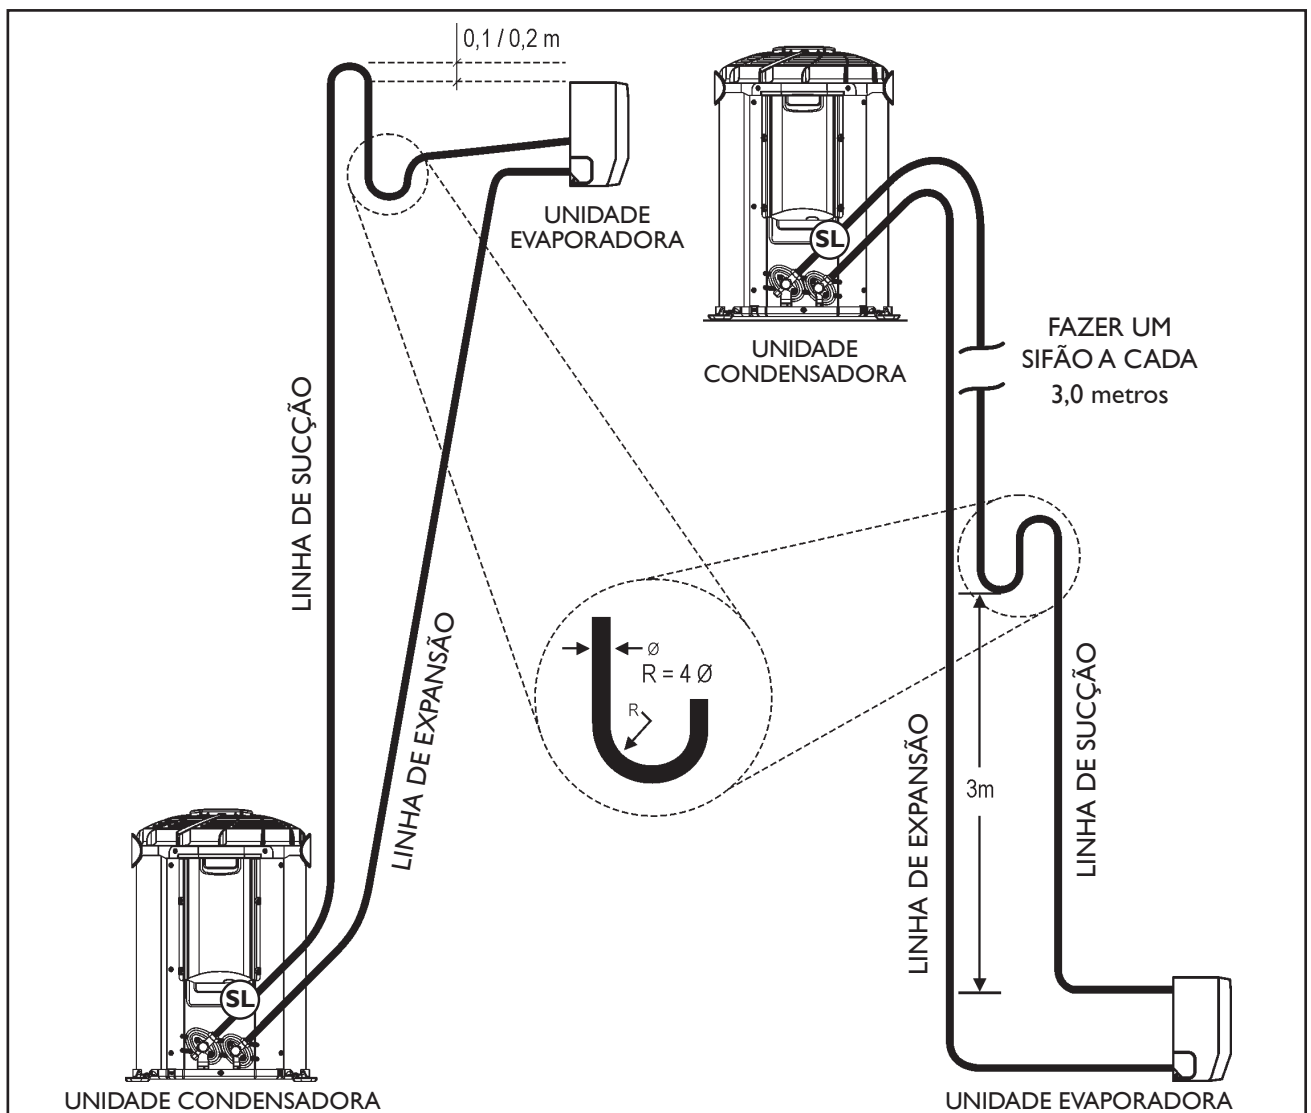

FIG. 21 - INSTALAÇÃO LINHAS DE INTERLIGAÇÃO
- 1º Elevar a linha de sucção acima da unidade evaporadora antes de ir para a unidade condensadora (0,1m para modelos 38K\_09 e 12 e 0,2m para 38K\_18 e 38K\_22), quando a evaporadora estiver acima ou no mesmo nível da condensadora. (Fig. 21)
- 2º Fazer sifões nas subidas da linha de sucção a **cada 3,0 metros**, incluindo a base (saída da evaporadora). Caso o desnível seja menor que 3m faça apenas na base. (Fig. 21)